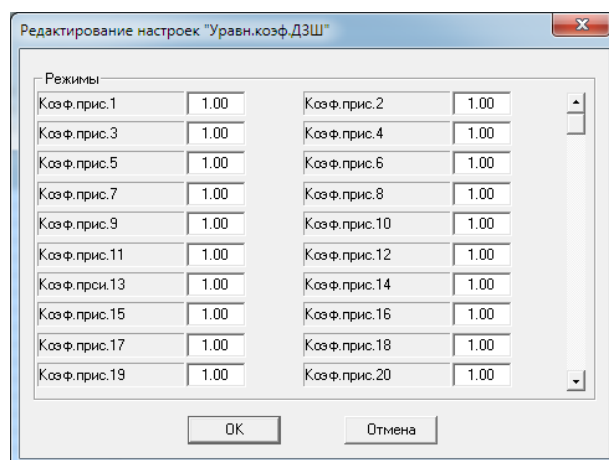

Рис. 22 Редактор настроек «Уравни.коэф.ДЗШ»
- «Режимы» редактора настроек уравнивательных коэффициентов ДЗШ (см. рис. 22):